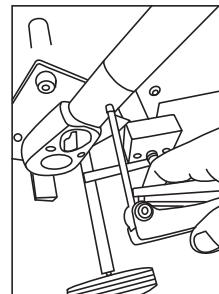

Fig. 3
3. Après l'installation du sabot de cintrage (1), retirez la poignée de cintrage de son emplacement sécurisé sur la station de travail BENDstation™ ou la plateforme BENDdolly™ et installez-la dans le récepteur à cliquet ou récepteur à poignée. Aligner l'ouverture de la poignée de la cintreuse avec celle de la clé à cliquet ou de la poignée et la fixer avec la vis hexagonale fournie (Fig. 3).